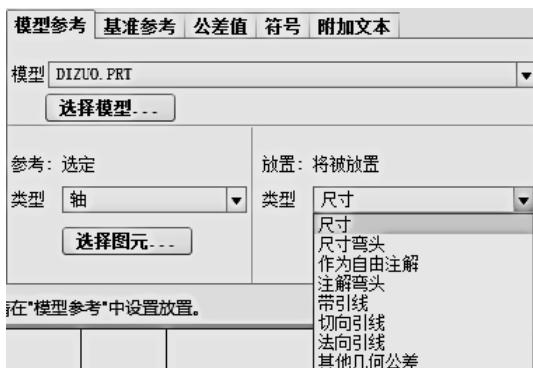

图 9-73 选择法向引线
(2) 在【模型参考】标签的参考【类型】栏中选择【轴】，如图 9-73 所示。点选如图所示主视图中的轴为参考。